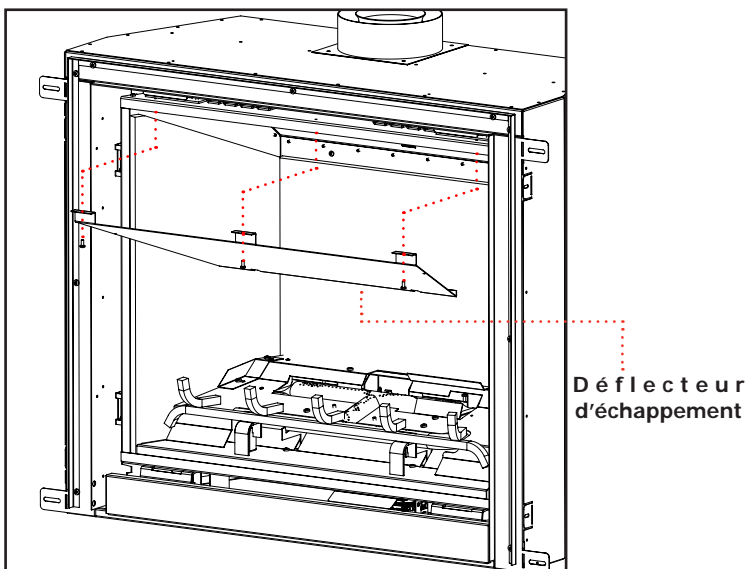

Figure 26b.
**Étape 3.** À l'aide d'un tournevis T20, retirez les fixations X3 fixant le déflecteur d'échappement en place. Fig.26b
**Étape 8.** À l'aide des vis X3 T20, fixez l'avant du déflecteur d'échappement au dessous de la chambre de combustion. Fig 26b.